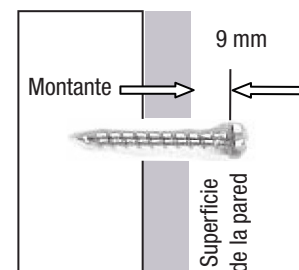

Figura 2
*NOTA:* Si los tornillos se atornillan directamente en el montante, perforo previamente los orificios de los tornillos con una broca 3 mm (1/8") y atornille sin utilizar anclajes, dejando que sobresalgan 9 mm de cada tornillo de la superficie de la pared, como se muestra en la **Figura 2**. (Diríjase al **PASO 3**)